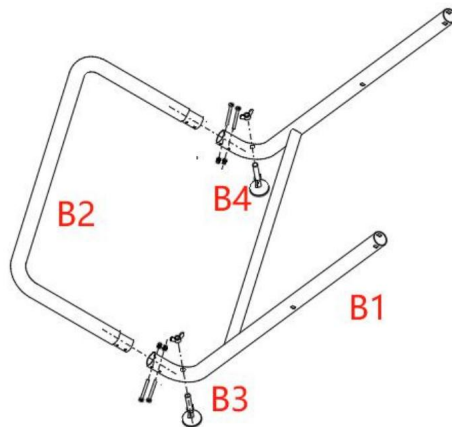

Figura 2
(Figura 2)
4. Posizionare la parte B1 in piano come mostrato nella Figura 2, allineare i tubi in acciaio della parte B2 con i fori del tubo di acciaio ad entrambe le estremità della parte B1, inserirli e allinearli con i piccoli fori sul lato. Prendi due M5 * 35 bulloni e filettatura